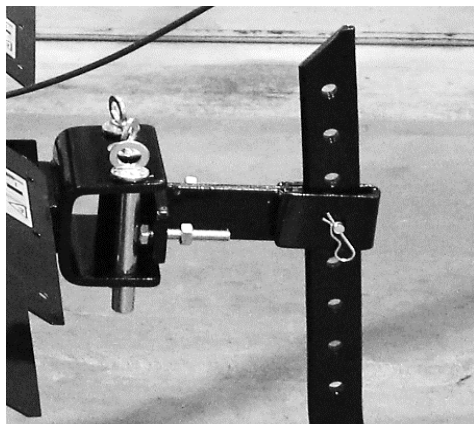

Рис.10
5. Установите сошник в кронштейн и закрепите его пальцем и шплинтом из комплекта поставки (см. рис.10).